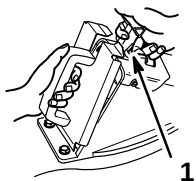

Figure 8
3. Insérer l'obturateur dans le conduit d'éjection en enfonçant d'abord le bas dans l'ouverture (Fig. 8).
4. Soulever la tige de verrouillage de la poignée du volet (Fig. 8). Enfoncer entièrement le haut de l'obturateur tout en tirant la poignée du volet vers l'arrière.